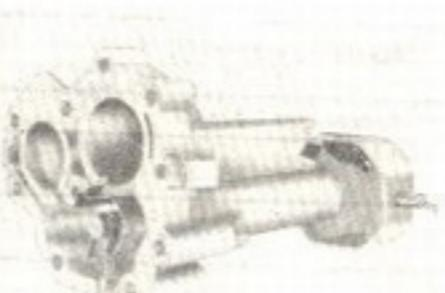

Fig. 10
4. Instalar a alavanca seletora e posicionar sua haste na borda da mola (vide fig. 10). Após os serviços até aqui executados, colocar a tampa, à mola altura, na posição correta de montagem.